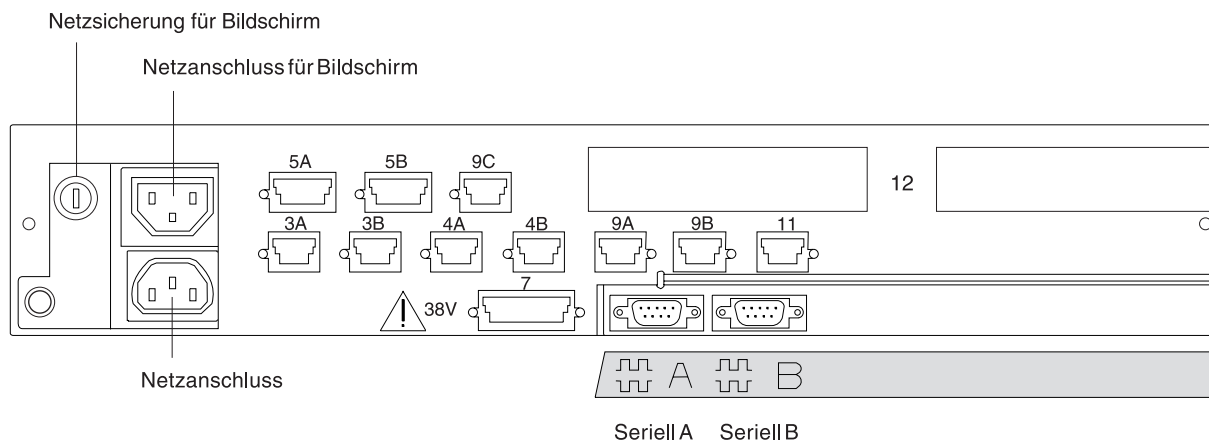

Abbildung 87. Rechte Seite der Rückseite einer Datenkassette IBM 4693-2x2
5. In Abb. 87 die Buchsen, an die die Kasseneinheiten angeschlossen werden sollen, durch ein X kennzeichnen.